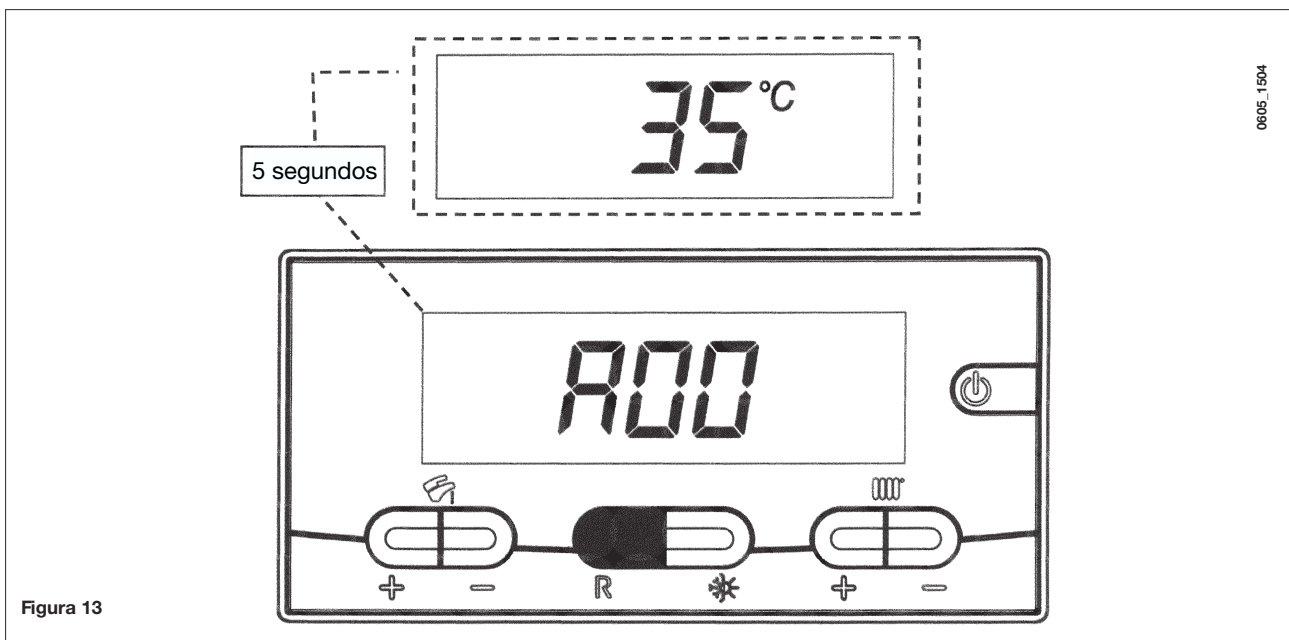

Figura 13
- Mantener pulsada la tecla (**R**) durante unos 6 segundos. Cuando la función está activada, la pantalla visualiza la indicación "A00" (... "A07") alternada con el valor correspondiente (figura 13);